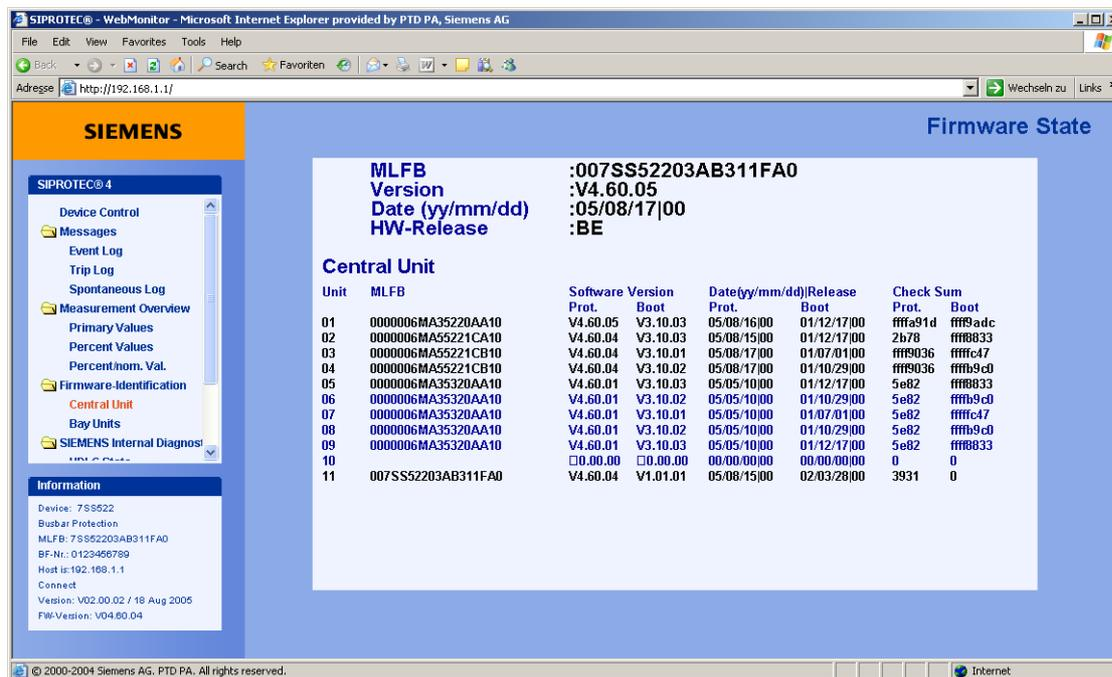
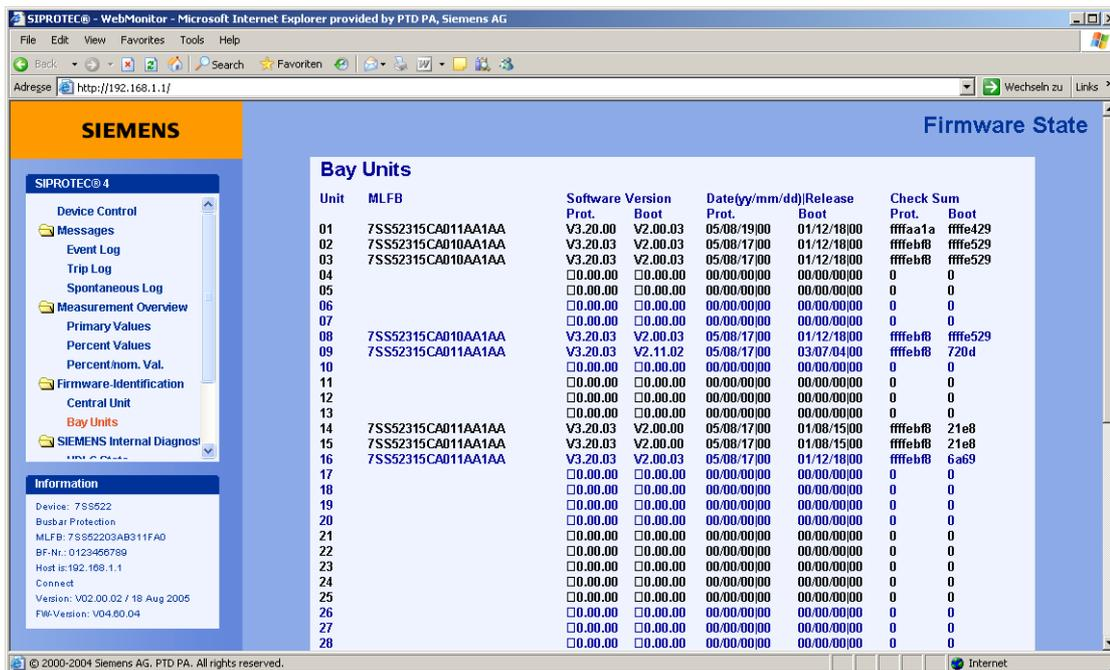

рис. 7-6 Пример отображения версии встроенного программного обеспечения модулей центрального терминала
рис. 7-7 Пример отображения версии встроенного программного обеспечения модулей терминалов присоединения
- Просматривать состояние встроенного программного обеспечения центральных терминалов (рис. 7-6, стр. 287) и терминалов присоединения (рис. 7-7, стр. 288),